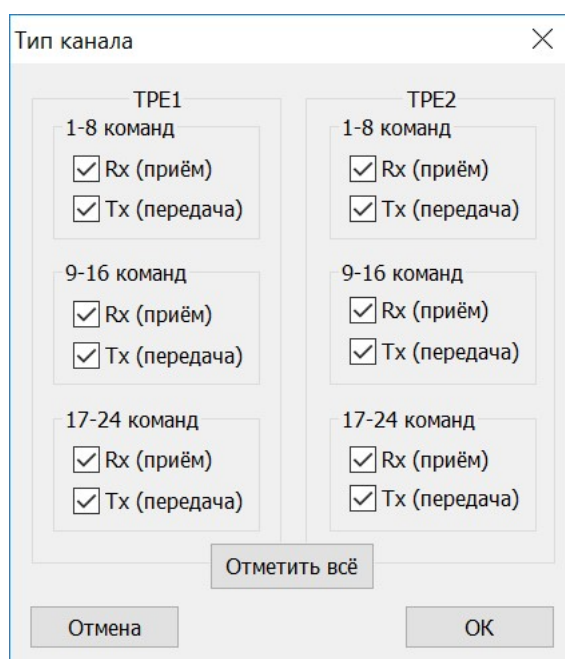

Рис. 9.64 Выбор Типа канала для каждого ВППК
- Задать тип канала (Rx (прием) и/или Tx (передача)) для ВППК ТРЕ1 1-8, ТРЕ1 9-16, ТРЕ1 17-24, ТРЕ2 1-8, ТРЕ2 9-16 и ТРЕ2 17-24. По умолчанию все ВППК отключены. Обычно используется Rx и Tx вместе (приём и передача по каналу связи). Сммотри Рис. 9.64. При выборе режима только Rx или только Tx невозможно использование функции автоматического циклического петлевого теста. Если необходим только прием сигналов команд из канала связи отметьте только Rx (приём).